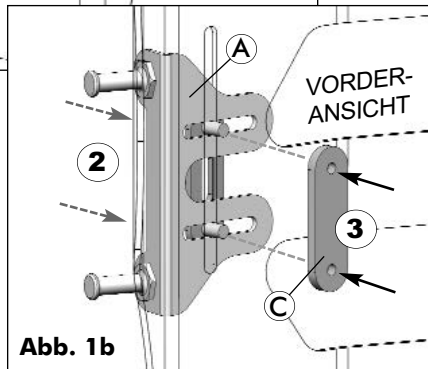

Abb. 1b
- Setzen Sie von der Rückseite der Rückenschale aus die 2 hervorstehenden Schrauben der Montagehalterung durch den vertikalen Schlitz in der MX2-Rückenschale (**2**) ein (siehe **Abb. 1b**).
- Um die Montagehalterung an der MX2-Rückenschale zu befestigen, setzen Sie die Schrauben in die Mutterplatte (**D**) auf der Vorderseite (Innenseite) der Rückenschale (**3**) ein (siehe **Abb. 1b**).